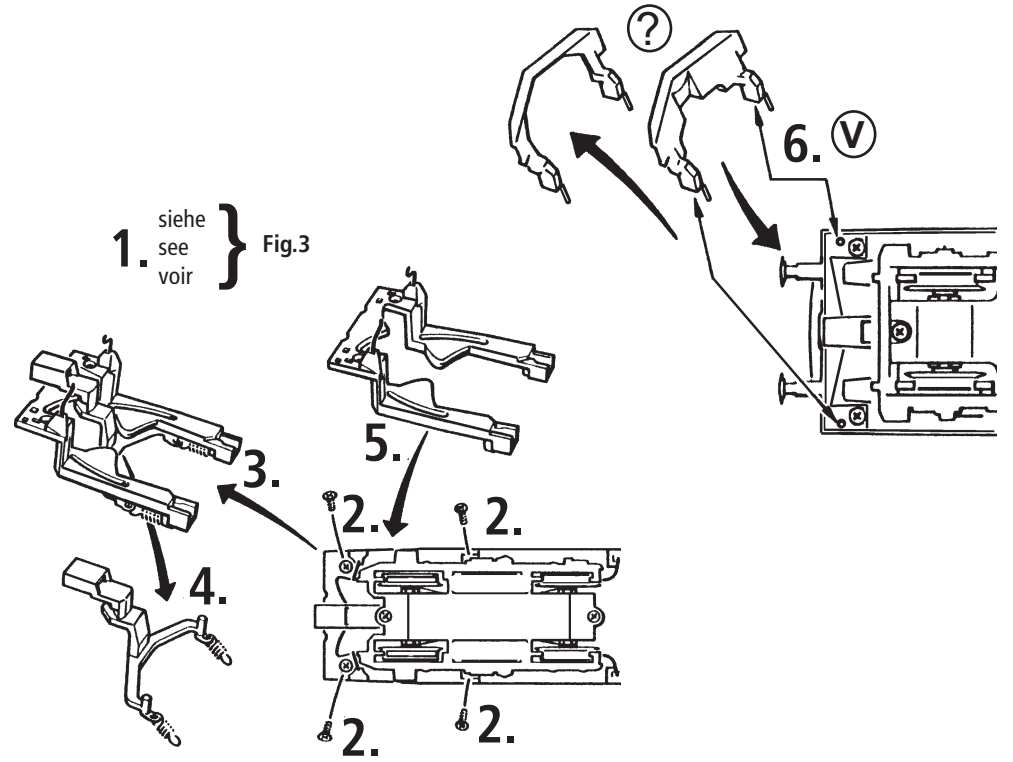

Fig. 3
Mehrzugbetrieb: Zuerst Lokgehäuse abnehmen (Fig. 3). Danach den Brückenstecker aus der Schnittstelle entfernen (diesen sorgsam aufbewahren). Danach den Stecker des Steuerbausteins lagerichtig einsetzen (siehe Fig. 7).
2. Schmierung: Versehen Sie die im Schmierplan in Fig. 9 gekennzeichneten Stellen mit nur **kleinen Öltropfen**. Dazu zuerst das Lokgehäuse abnehmen (Fig. 3). Wir empfehlen den ROCO **Öler Art.-Nr. 10906**. Fürs Schmieren der Getriebeteile (Zahnräder, Schnecke) empfehlen wir das **ROCO-Spezialfett Art.-Nr. 10905**. Im Falle der Schmierung diese Teile **nicht ölen**.
4. Kohlebürstenwechsel: Lokgehäuse abnehmen (Fig. 3). Danach wird der Motor ausgebaut und die Kohlebürsten ausgewechselt (Fig. 10).
2. Lubrication: Apply **tiny oil drops** to spots marked in Fig. 9. Prior to lubrication dismantle locomotive (Fig. 3). We recommend using item no. **10906, ROCO oiler**. For lubrication the gearparts (e.g. cogwheels, worm) we would recommend our ROCO **special grease** (item no. **10905**).
4. Carbon Brush Changing: First remove loco body (Fig. 3), and then the motor (Fig. 10).
2. Graissage: N'appliquez **qu'une toute petite goutte** aux endroits indiqués par le plan de graissage (Fig. 9) après avoir démonté la caisse de la locomotive (Fig. 3). Nous vous recommandons **le graisseur à huile ROCO réf. 10906**. Pour graisser les engrenages (roues dentées, vis sans fin) nous vous conseillons la **graisse spéciale ROCO réf. 10905** pour engrenages en matières synthétiques. Lorsque vous utilisez cette graisse il faut éviter d'huiler ces composants.
4. Remplacement des balais du moteur: Démontez la caisse (voir Fig. 3). Démontez ensuite le moteur et échangez le balais (Fig. 10).
1. siehe } Fig.3